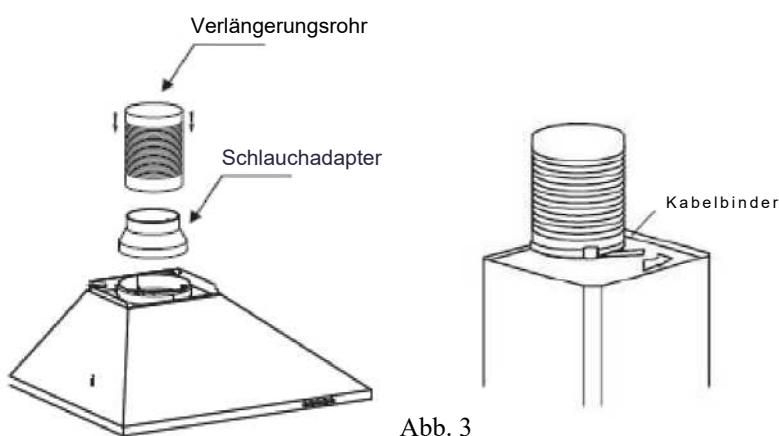
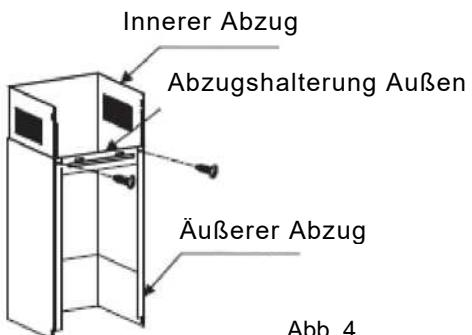

Abb. 3
Abb. 4
5. Montieren Sie das Verlängerungsrohr (**nicht im Lieferumfang enthalten**) und den Schlauchadapter am Luftauslass. Hinweis: Das Verlängerungsrohr ist nicht im Umfang des Produktes enthalten. Siehe Abb. 3
6. Befestigen Sie die äußere Abzugshalterung am Außenabzug und achten Sie darauf, dass der Innenabzug darin frei höhenverstellbar ist. Siehe Abb. 4
- Ablauf 1. Verwenden Sie ein Werkzeug oder die Hand, um den Federsplint auf beiden Seiten der LED-Leuchte nach innen zu drücken, bis die Leuchte herausgedrückt ist, siehe Bild 3. Ziehen Sie dann das Lichtanschlusskabel leicht heraus, siehe Bild 4.
Ablauf 2. Verwenden Sie einen geraden Schraubendreher, um die untere Kante der LED-Leuchte aufzuhebeln (siehe Abb. 5), und ziehen Sie dann das Anschlusskabel der Leuchte leicht heraus (siehe Abb. 4).